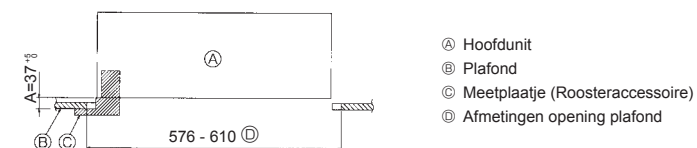

Fig. 4-6
3. Als u het apparaat niet exact tegen het gat in het plafond kunt ophangen, dan kunt u het verschuiven door middel van een gleuf in de ophangplaat. (Fig. 4-6)